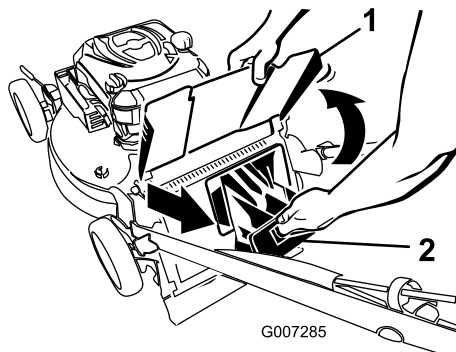

Bild 23
2. Heben Sie das hintere Auswurfablenkblech an und halten Sie es hoch (Bild 23).
3. Ziehen Sie die Heckauswurfklappe heraus (Bild 23).